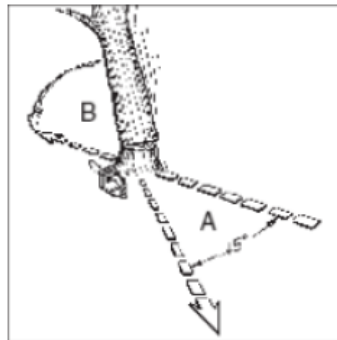

Fig 10a
Avertissement : Avant de commencer la coupe, une voie d'évacuation (A) doit être prévue et dégagée. Cette voie d'évacuation doit s'étendre vers l'arrière et en diagonale, dans la direction opposée à la chute, comme illustré sur la figure 10a.
**AVERTISSEMENT :** Lorsque la coupe d'abattage approche de la charnière, l'arbre devrait commencer à tomber. Dès que l'arbre commence à tomber, retirez la scie de la coupe, arrêtez le moteur, posez la tronçonneuse et quittez les lieux par la voie d'évacuation (Fig. 10a).